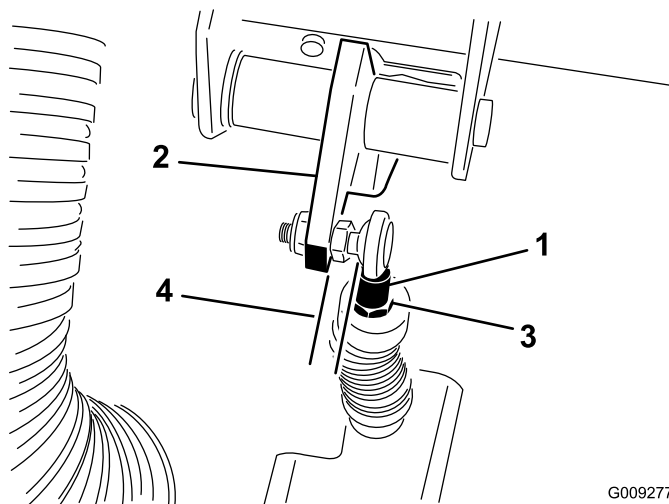

Figure 67
**Important:** L'extrémité de la tige doit être d'équerre sur la rotule, sans vriller, et rester parallèle à la pédale d'embrayage quand l'écrou de blocage est serré (Figure 67).